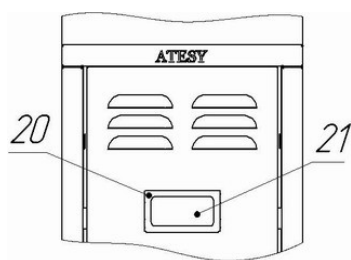

Рис.5
4.6 Установите карман 20, заведя выступы на нем в соответствующие пазы в верхней части двери. Вложите в карман оргстекло 21 и информационную карточку (в комплект не входит). Зафиксируйте карман от выпадания, подогнув его выступы с внутренней стороны двери (рис. 5).
4.13 Установите на каждую дверь карман 20 точно так же, как и для односекционного шкафа (рис. 5).